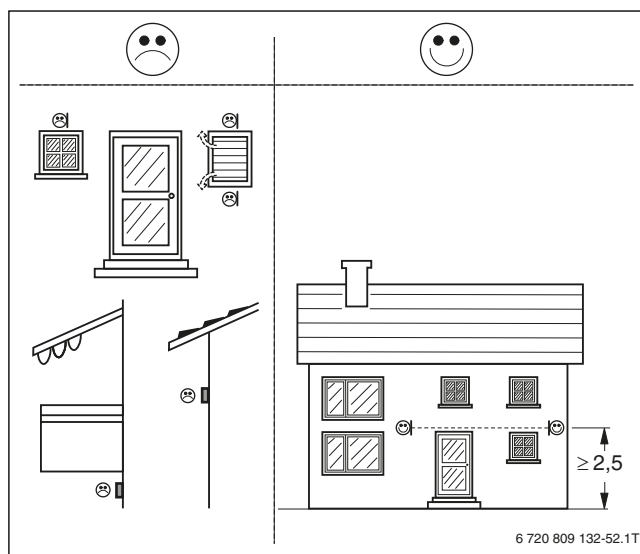

Fig. 93 Ubicación de la sonda de temperatura exterior (dimensiones en m)
- debajo de marquesas, balcones o debajo del techo (→ fig. 93)